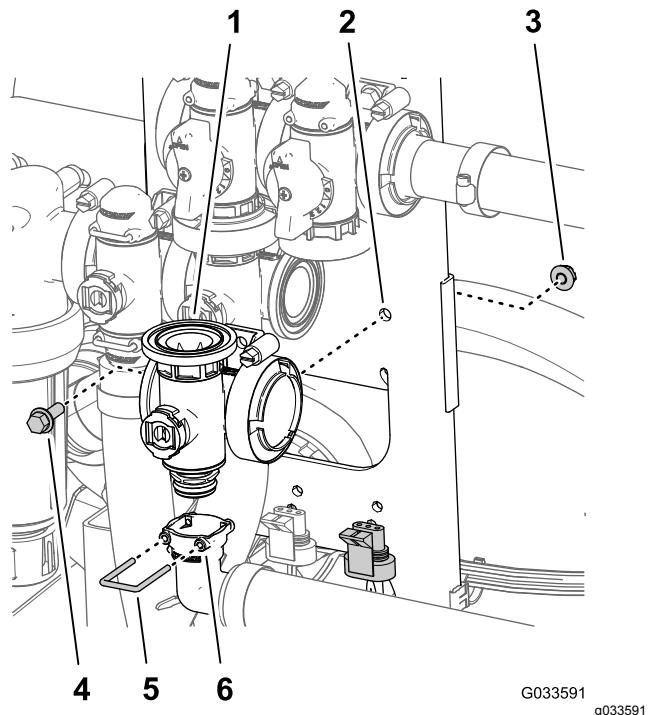

Bild 127
- Fluchten Sie die Buchse des 90°-Auslaufanschlussstückes unten am Verteiler für das Hauptauslegerventil mit dem Kupplungsanschlussstück aus (Bild 127).
- Stecken Sie einen Halter in die Buchse des Auslaufanschlussstückes, um das Kupplungsanschlussstück des Auslaufanschlussstückes zu befestigen (Bild 127).